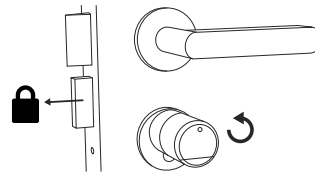

Abb. 3
- 2 Der Zylinder ist nun freigegeben und das Schloss kann geöffnet (Abb. 2) bzw. abgeschlossen werden (Abb. 3).